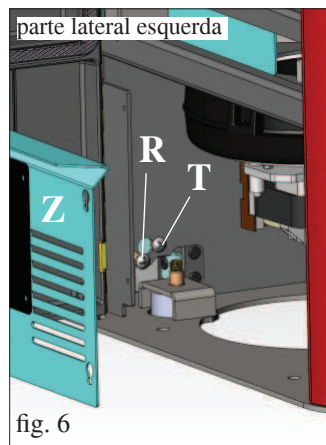

fig. 6
Verificar o alinhamento vertical das partes laterais em cerâmica (C) e efetuar eventuais regulações através dos parafusos postos sobre o elemento de cobertura (V - fig. 5) e, no interior da salamandra, através dos parafusos (R - fig. 6/7)
Importante: antes de efetuar a operação retirar o painel zincado (Z - fig. 6/7) em ambos os lados e afrouxar os parafusos de travamento (T - fig. 6/7).